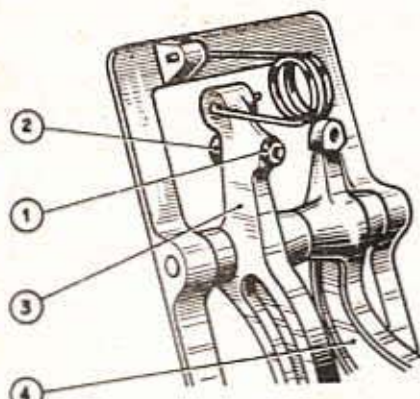

Fig. 27. — Réglage de la garde à la pédale d'embrayage
- Débloquer le contre-écrou (1) de réglage de la pédale (fig. 27).
- Visser la butée caoutchouc (2) de 2 tours environ.
- Resserer le contre-écrou (1) et reposer les cartons d'insonorisation.
- Régler la garde de la pédale (3).
- Ainsi réglée, la pédale d'embrayage (3) doit arriver au niveau de celle de frein (4).